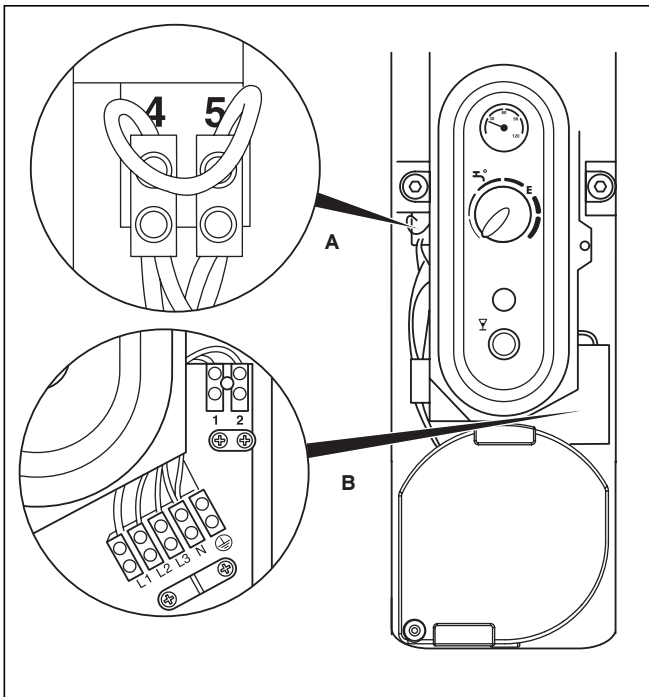

Abb. 8.5 Anschlusskasten
- Führen Sie das Netzanschlusskabel durch die Öffnung unten im Gehäuse (C, siehe Abb. 8.5).
- Legen Sie das Kabel in die geöffnete Zugentlastung (C, siehe Abb. 8.5).